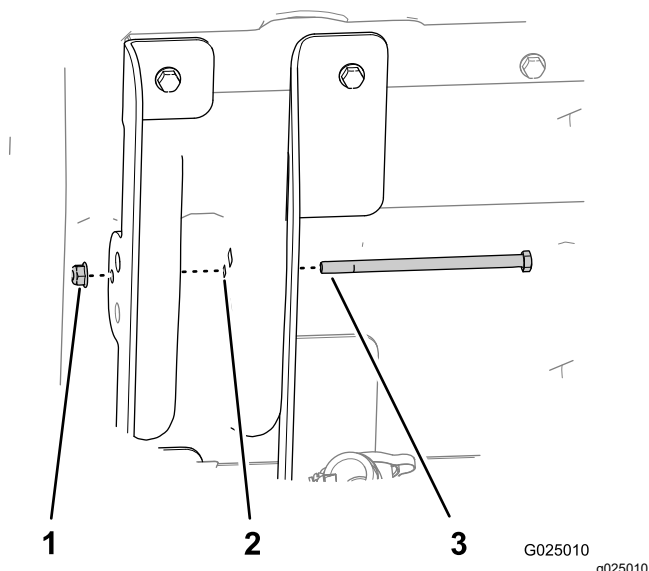

Figura 6
7. Insira o parafuso de cabeça sextavada (5/16 x 5½ pol.) através do furo 8 mm no suporte interior da caixa (flanges compridas), estrutura da caixa e o suporte exterior do elevador da caixa (flanges curtas) como se mostra na Figura 6.
8. Prenda o parafuso com a porca flangeada (5/16 pol.) manualmente (Figura 6).
11. Aperte a porca flangeada que prende o parafuso (5/16 pol.) até que fique fixa (Figura 6).